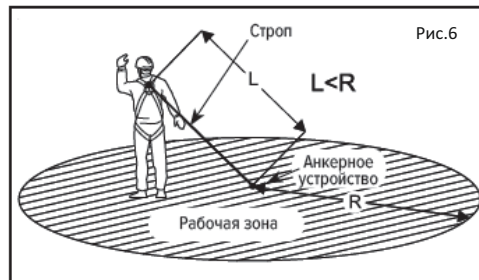

Рис.6
- При необходимости отрегулируйте длину стропа (L), чтобы она не превышала радиус рабочей зоны (R) (рис. 6).